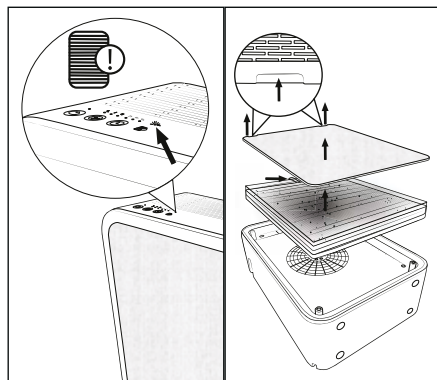

Fig. 6
Når filterskift-LED'en **4** blinker (se fig. 6), filtrerer EPA-filteret **7** ikke længere, som det skal. Informationer om bestilling af reservedele kan findes i kapitlet **11. Reservedelsbestilling**.
- ◆ Tag afdækningen **6** på gribeordbningerne på produktets overside af (se fig. 6).
- ◆ Tag EPA-filteret **7** ud af produktet ved at holde i flappen (se fig. 6).